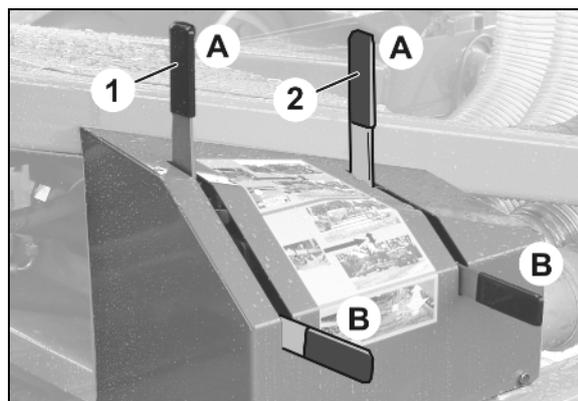

Fig. 107
1. Réglez le levier manuel hydraulique (Fig. 107)